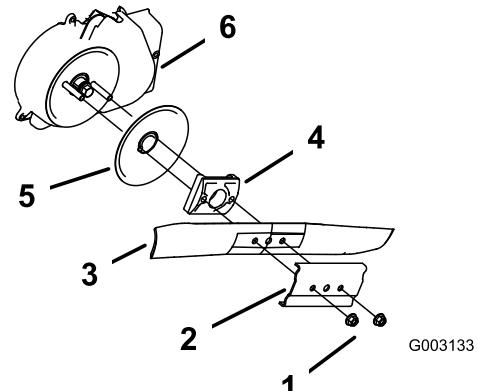

Figura 36
3. Retire las 2 tuercas de la cuchilla y el refuerzo (Figura 36).
4. Retire la cuchilla (Figura 36).
5. Retire el impulsor de la cuchilla y el disco (Figura 36).
6. Retire el protector del embrague del freno de la cuchilla (Figura 36).
10. Instale la cuchilla y el refuerzo que retiró anteriormente (Figura 36).